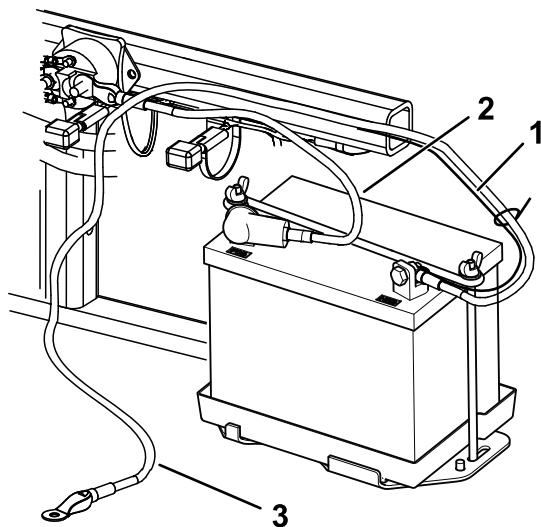

Figure 6
2. Fixez le câble positif (rouge) à la borne positive (+) avec un boulon ($\frac{1}{4} \times \frac{5}{8}$ po) et un contre-écrou (Figure 6).
3. Fixez le petit câble noir et le câble négatif (noir) à la borne négative (-) de la batterie au moyen d'un boulon ($\frac{1}{4} \times \frac{5}{8}$ po) et d'un contre-écrou ($\frac{1}{4}$ po) (Figure 6).